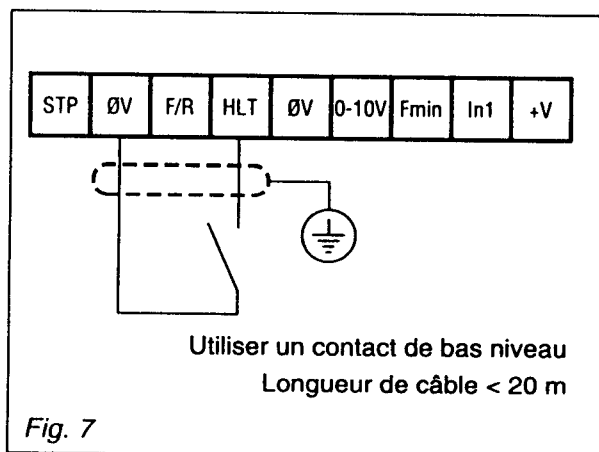

Fig. 7
4.4 - Marche/Arrêt M/A (fig. 7)